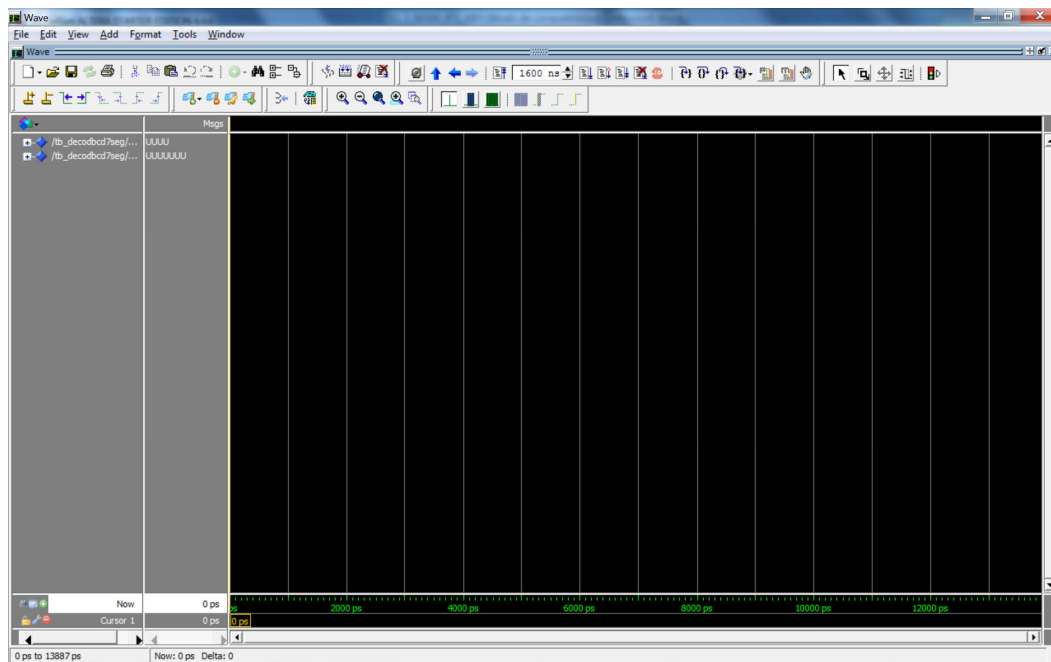

Figura 22.- Visor de formas de onda
4. Desprenda la ventana y maximícela (figura 22).